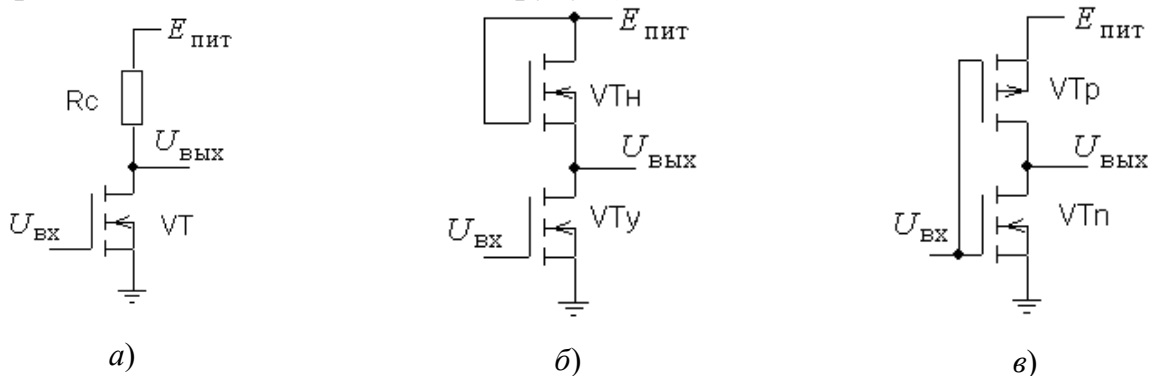

Рис. 2. Ключевые схемы на основе полевых транзисторов
3.3. Для схемы ключа на полевом транзисторе с резистивной нагрузкой (рис. 2,а) рассчитать напряжение $U_{\text{вых}}$ для данных, указанных в таблице 2. Перед расчетом определить, в каком режиме работает транзистор, найдя величину $U_{\text{вх гр}}$ ($U_{\text{вх гр}}$ – входное напряжение, при котором транзистор переходит из пологой области в крутую).
Данные для расчета схемы рис. 2.а
- 3.4. Для схемы ключа с нелинейной нагрузкой (рис. 2,б) рассчитать напряжение $U_{\text{вых}}^0$, если удельная крутизна b нагрузочного транзистора в 10 раз меньше крутизны управляющего транзистора, а их пороговые напряжения одинаковые. Требуемые для расчета параметры транзистора заданы в таблице 3.
Данные для расчета схемы рис. 2.б
- 3.5. Доказать, что в схеме ключа с комплементарными транзисторами (рис. 2,в) напряжение переключения $U_{\text{пер}} = \frac{E_{\text{пит}}}{2}$. Напряжение переключения определяется в точке, где $U_{\text{вх}} = U_{\text{вых}}$. При доказательстве учесть, что в режиме переключения токи через нагрузочный и управляющий транзисторы одинаковы.
- 4.5. В операционной системе «Windows» под управлением программы «Schematics» собрать схему инвертора с резистивной нагрузкой (рис.2,а).
- 4.9. Собрать схему инвертора на одноканальных полевых транзисторах (рис. 2,б). Параметры транзисторов установить в соответствии с подготовкой к работе.
- 4.12. Собрать схему инвертора на КМОП транзисторах (рис. 2,в). Установить следующие параметры моделей транзисторов: